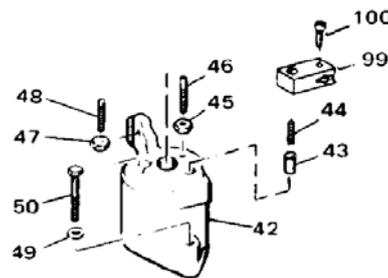

Рис. 3-3. Покомпонентный чертеж регулировки цилиндра установки оборотов
4. Предварительно приведите стопорный установочный винт поршня установки оборотов (48, рис. 3-3) в положение на 1/2 дюйма выше края цилиндра установки оборотов.
Убедитесь, что регулировочный винт клапана ограничения максимальной скорости (44, рис. 3-3) на штоке поршня установки скорости не задевает и не приводит к преждевременному срабатыванию запорного клапана-ограничителя (43), расположенного в верхней части цилиндра установки оборотов.
8. Отрегулируйте давление воздуха управления в максимум. Дождитесь, пока обороты первичного двигателя стабилизируются. Поворачивайте регулировочный винт клапана ограничителя (44, рис. 3-3) по часовой стрелке, пока обороты первичного двигателя не начнут падать, верните 1/4 – 1/2 оборота и зафиксируйте это положение. Это предотвратит или ограничит случайный разгон первичного двигателя выше допустимого значения и не даст поршню установки оборотов перейти через верхнее значение.
10. Поворачивайте стопорный установочный винт поршня (48, рис. 3-3) по часовой стрелке пока он не упрется в верх поршня установки скорости, а затем открутите три полных оборота назад (2,4 мм) и зафиксируйте это положение.